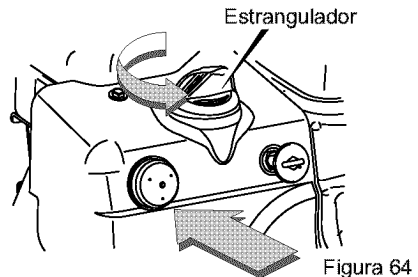

Figura 64
2. Gire la perilla de estrangulación a la posición ESTRANGULAR (vea la Figura 64).
3. Oprima el botón cebador tres veces (vea la Figura 64).